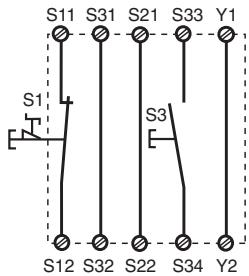

Fig. 2: Eingangskreis einkanalig, manueller Start/Single-channel input circuit, manual reset/Commande par 1 canal, validation manuelle
- In Fig. 2 ... Fig. 9 sind Anschlußbeispiele für NOT-AUS-Beschaltung mit manuellem und überwachtem Start, Schutztüransteuerungen sowie Kontaktvervielfachung durch externe Schütze.
- In Fig.2...Fig.9 are connection examples for Emergency Stop wiring with manual and monitored reset. Safety gate controls as well as contact expansion via external contactors.
- Dans les figures 2 à 9 sont représentés les différents cablages possibles du PNOZ X11P: poussoirs AU avec surveillance du circuit de réarmement, interrupteurs de position et augmentation du nombre des contacts par contacteurs externes.